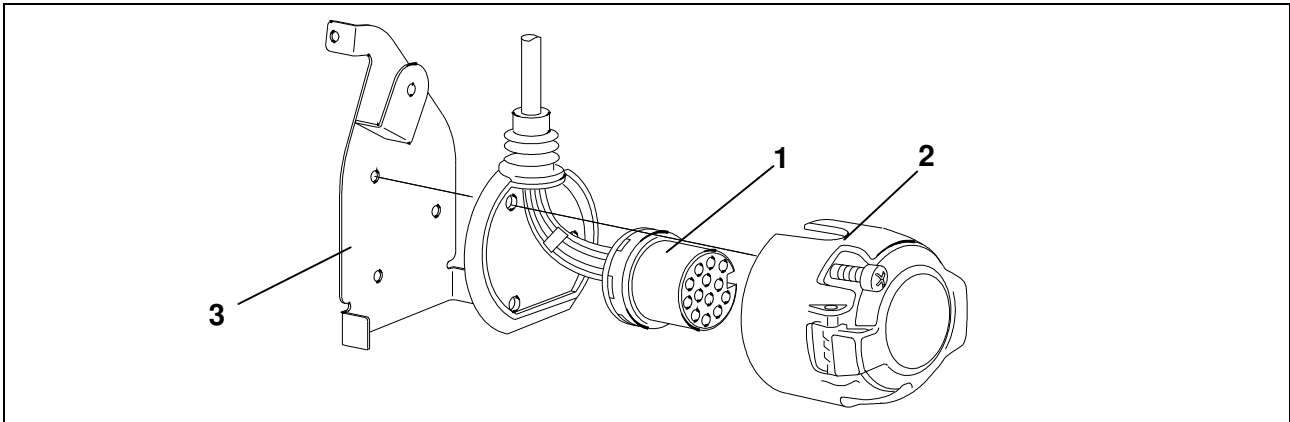

Fig. 2: Montage van het stopcontact
6. Het contact-inzetstuk (Fig. 2/1) in het huis van de stopcontact (Fig. 2/2) induwen en de rubberen pakking tegen het stopcontact aanschuiven.
7. Het stopcontact op de montageplaat (Fig. 2/3) vastschroeven met de bijliggende schroeven.